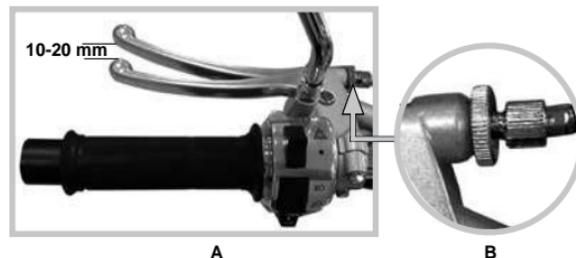

Imagen 25. Ajuste de la palanca del embrague
1. Ubicar la tuerca y el tornillo templador de ajuste de la palanca del embrague. Ver imagen 25-B.
3. Girar la tuerca a la izquierda para reducir la carrera libre y a la derecha para aumentarla. La carrera libre del extremo de la palanca del embrague debe estar entre los 10-20 mm. Ver imagen 25-A.